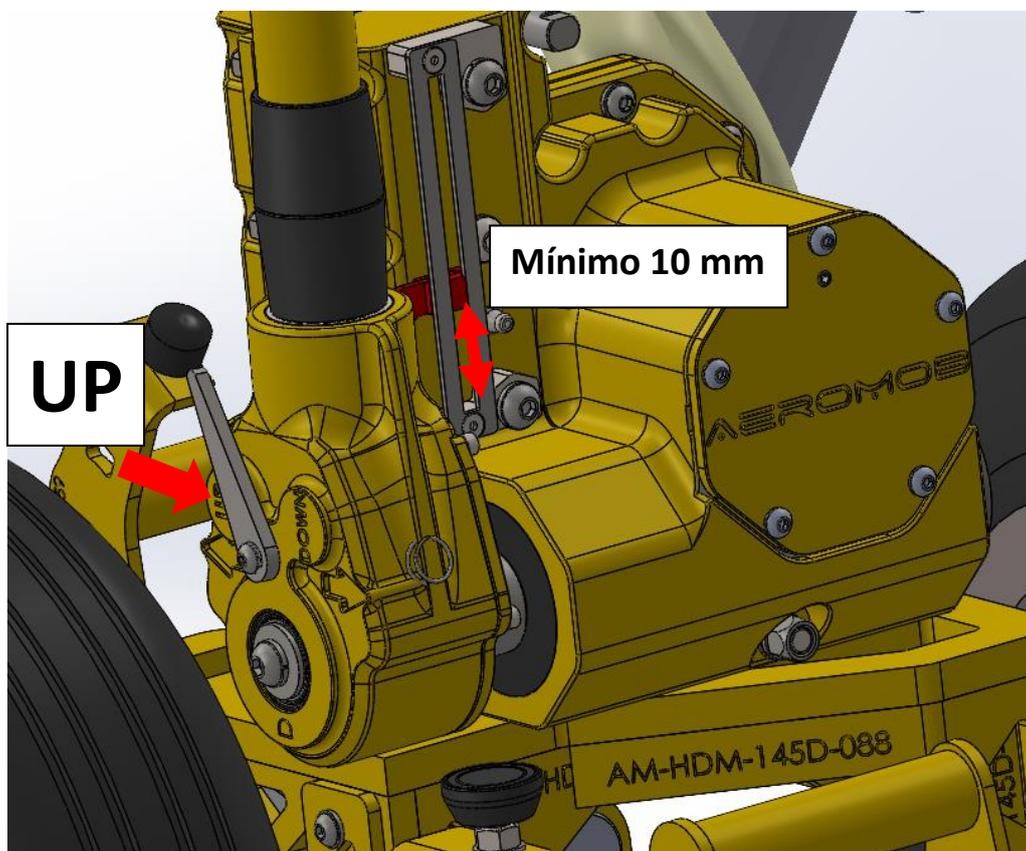

Figura 2
- b. Posicione a alavanca seletora do punho (5-3/8) na posição *UP*. Acione a alavanca até que o marcador de nível esteja no mínimo a 10 mm do limite inferior da escala, ver *Figura 2*.